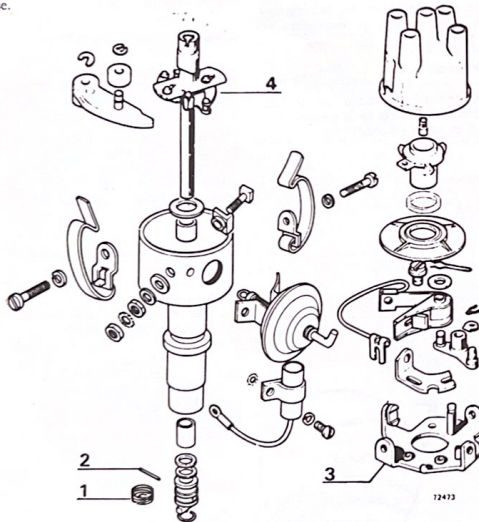

Fig. 73.—Despiece del distribuidor.
Extraer el muelle de sujeción del eje (1) (fig. 73) y sacar el pasador (2); retirar el soporte (3) y los contactos y después extraer el soporte de levas (4) (fig. 73).